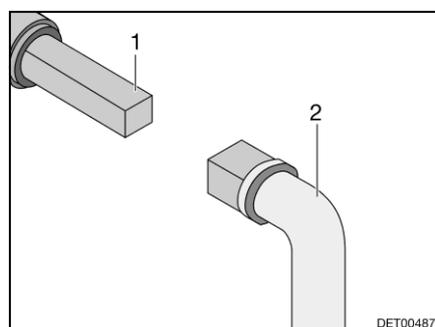

Fig. 138 Manejo del grifo para la eliminación de aguas residuales
- Insertar la llave (Fig. 138,2) en el cuadrado (Fig. 138,1).